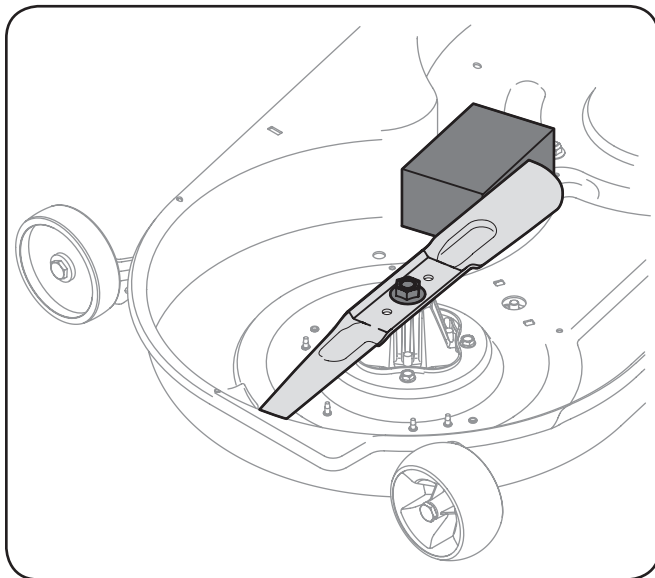

Figura 7-5
- Coloque un bloque de madera entre el deflector del alojamiento central de la plataforma y la cuchilla de corte para que actúe como estabilizador. Consulte Figura 7-5.
- Extraiga la tuerca de brida hexagonal que asegura la cuchilla al montaje del husillo. Consulte Figura 7-5.